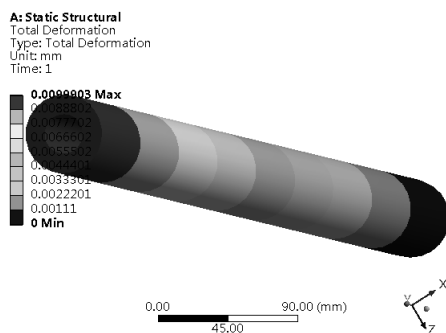

图 14-28 总变形分析云图
Step4：选择 Outline（分析树）中 Solution（A6）下的 Total Deformation（总变形）选项，此时会出现如图 14-28 所示的总变形分析云图。